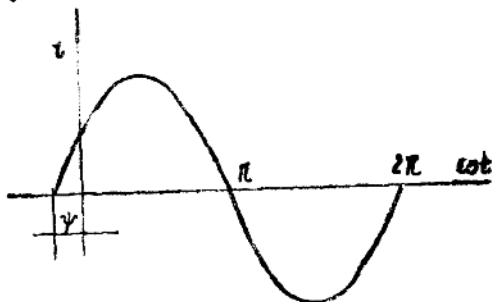

图 1-5 正弦交流电的初相角 ψ
⑨初相角 ψ ：就是正弦交流电在 $t=0$ 时的相角。初相角和时间起点选择有关。由于时间起点选择的不同初相角也不同。 $t=0$ 时，正弦函数值为正，相应的初相角就也为正。如图 1-5 所示。